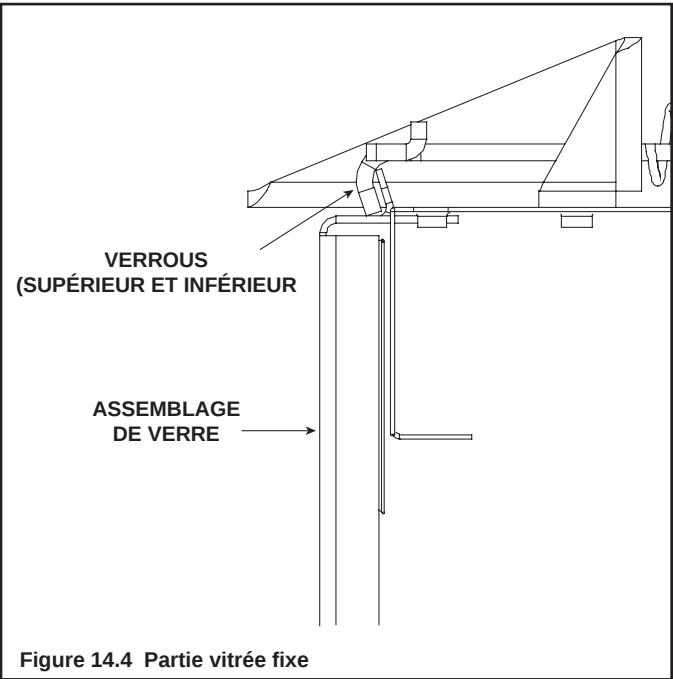

Figure 14.4 Partie vitrée fixe
- Tirez les quatre verrous de verre hors de la rainure sur le cadre de verre. Retirez la porte de verre de l'appareil (voir la figure 14.4).